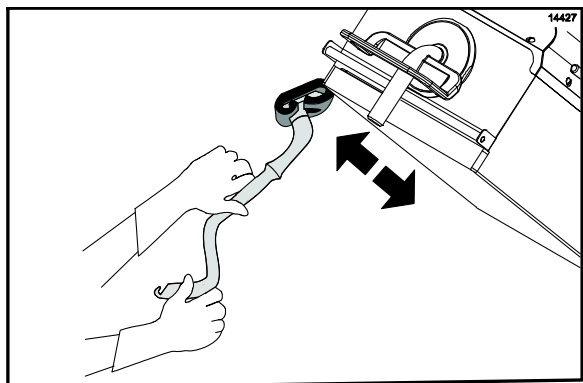

图 52
19. 在从右煎板到左煎板的外边缘上涂抹煎炉清洁剂。（请见图 52）